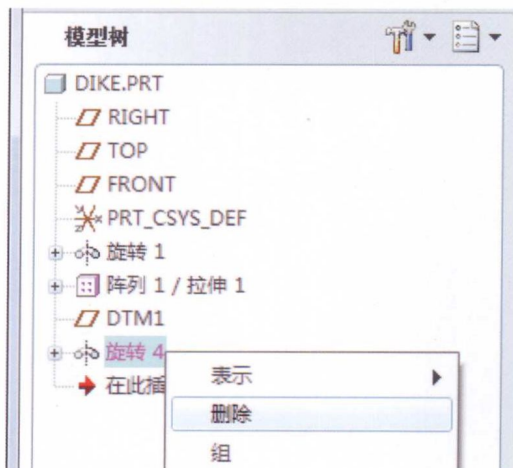

图1-31
(21) 在模型树下将另存名称为“dike.prt”的模型激活，选择模型树下最后的旋转特征并右击，在弹出的快捷菜单中选择“删除”命令，将此旋转特征删除（图1-31）。